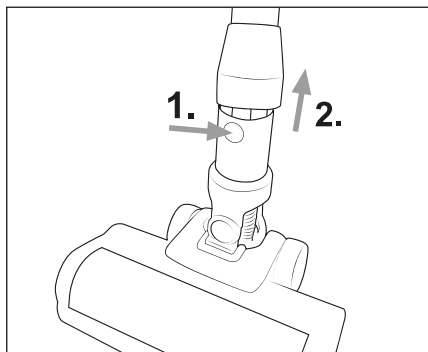

Fig. 9
- ◆ Pour retirer la brosse de sol ㉑ du tube d'aspiration ㉓, maintenez la touche de déverrouillage de la brosse de sol ㉒ enfoncée et retirez le tube d'aspiration ㉓ de la brosse de sol ㉑ (voir fig. 9).